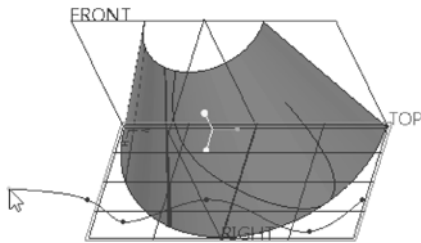

图 8-12 绘制平面曲线
⑥ 单击鼠标中键,结束当前曲线的曲线点选择。
⑦ 在“造型:曲线”选项卡中单击“创建平面曲线”按钮。
⑧ 在活动平面上依次单击若干点来创建平面曲线,如图 8-12 所示,然后单击鼠标中键结束该平面曲线绘制。